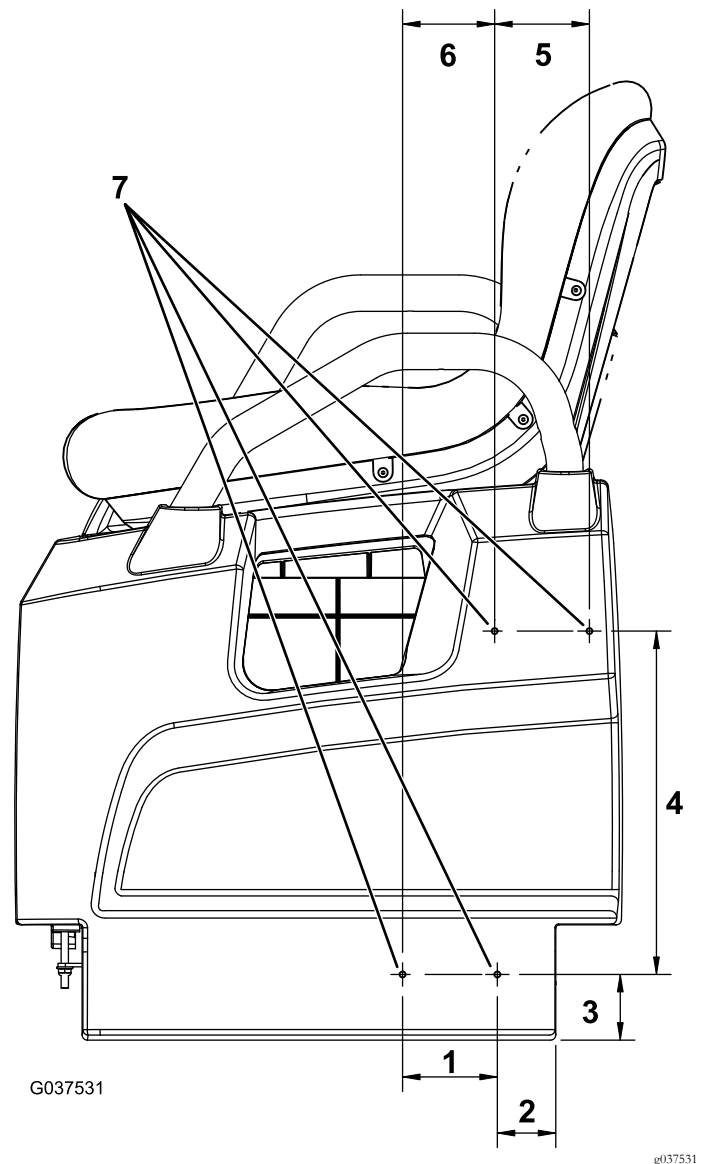

Figura 11
1. No lado esquerdo da máquina, meça 51 mm da parte inferior esquerda do lado da base do banco e marque este local (Figura 11).
2. Meça 57 mm diretamente acima do local e marque este local (Figura 11).
3. Meça 83 mm da esquerda do local marcado no passo 2 e marque este local (Figura 11).
4. Meça 80 mm da esquerda do local marcado no passo 3 e, em seguida, meça 299 mm diretamente acima deste local e marque este local (Figura 11).
5. Meça 83 mm da direita do local marcado no passo 4 e marque este local (Figura 11).
6. Faça um furo de 5 mm em cada local dos quatro marcados (Figura 11).